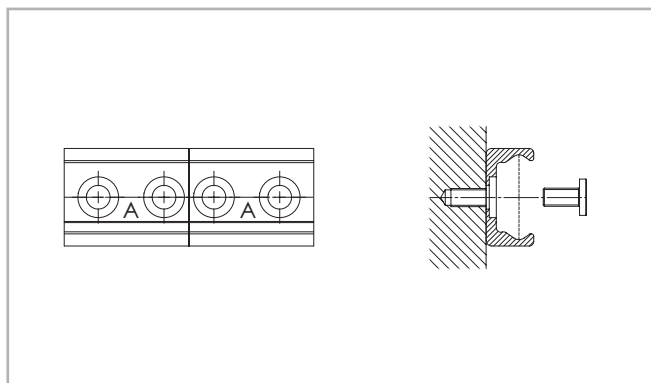

图 173
- (1) 安装单个滑轨, 拧上所有螺栓, 除了拼接滑轨的接头部位的螺栓。
- (2) 安装完成后不要拧紧他们 (见图173)。